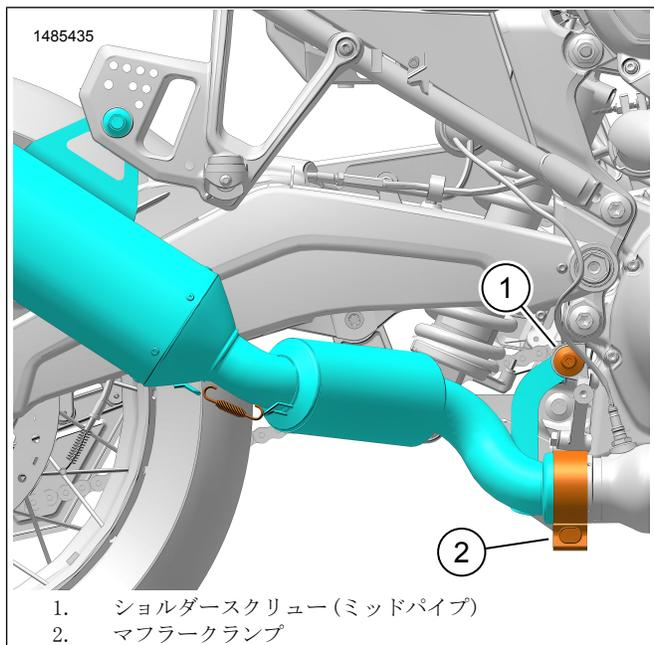

図6。マウントブラケットスクリュー
7. 図6スレッドロッカーを、先に取り外しておいたミッドパイプショルダーズクリュー(1)に塗布します。